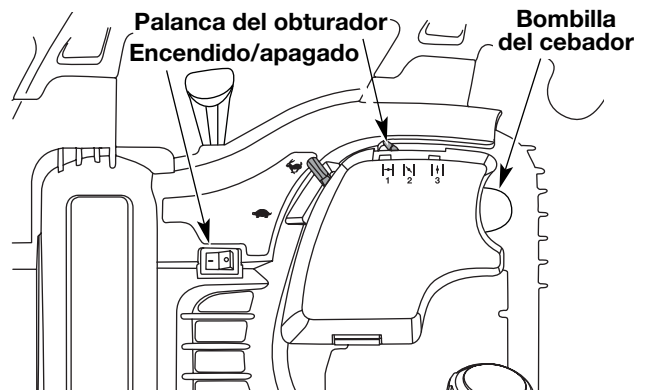

Fig. 14
3. Oprima completamente el cebador y suéltelo 10 veces. Hágalo lentamente. Se deberá ver un poco de combustible en el cebador y en las tuberías de alimentación de combustible (Fig. 14). Si no puede ver el combustible en el cebador, oprímalo y suéltelo tantas veces como sea necesario hasta que vea combustible en el mismo.
4. Coloque la palanca del obturador en **Posición 1** (Fig. 14).
6. Coloque la palanca del obturador en **Posición 2** (Fig. 14).
9. Coloque la palanca del obturador en **Posición 3** (Fig. 14) la unidad está lista para usarse.
2. Coloque el control de encendido y apagado en posición de APAGADO (O) (Fig. 14).